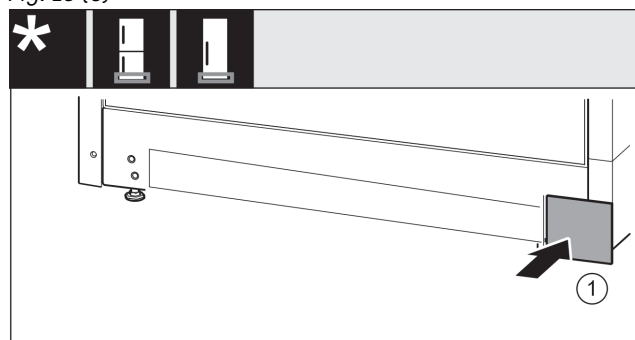

Fig. 17
- Osłonę założyć ponownie z drugiej strony. Fig. 17 (1)